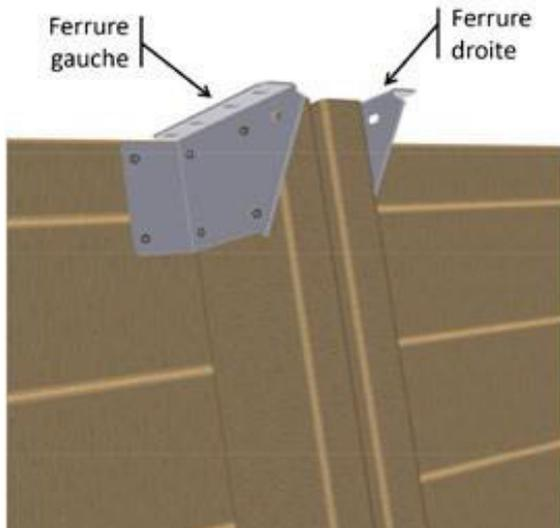

Abb. 17 - Positionierung der Beschläge am oberen Ende der Streben
- Bringen Sie am oberen Ende der Streben acht «rechte» und acht «linke» Beschläge aus dem Kit «Befestigungselemente» wie in Abb. 17 an. Verwenden Sie 6 Torx-Gewindeschrauben 6 x 20 aus A2 Edelstahl (Beutel G) pro Beschlag, also insgesamt 96 Schrauben.